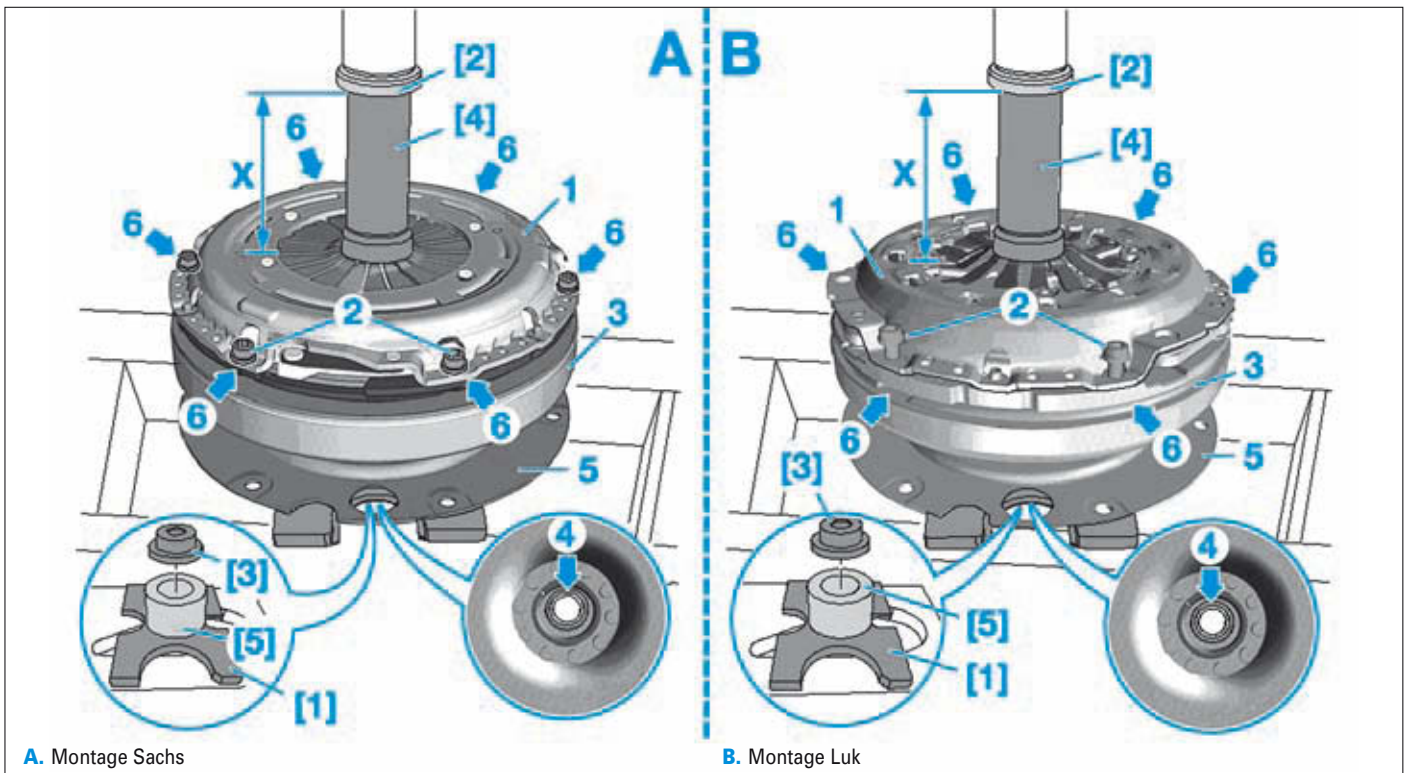

FIG. 10
- [1]. Poinçon (réf Audi : VW 402) (Fig.10).
- [2]. Plateau de pression (réf Audi : VW 412) (Fig.10).
- [3]. Disque de pression (réf Audi : VW 510) (Fig.10).
- [4]. Dispositif de montage (réf Audi : T10254/3) (Fig.10).
- [5]. Pièce de pression (réf Audi : T40089/2) (Fig.10).
La dépose de l'ensemble disque/mécanisme d'embrayage nécessite certaines précautions (Fig.10) :
- Centrer le disque d'embrayage à l'aide de l'outil [6] (Fig.10).
- Mettre en place le module d'embrayage de telle manière que l'outil [3] repose sur la rondelle (flèche 4) située dans le volant moteur (Fig.10).
- Placer l'outil [4] au-dessus de l'outil [6] (Fig.10).
- Actionner la presse juste assez pour que le mécanisme d'embrayage (1) soit en appui (flèches 6) sur le volant moteur (3) (Fig.10).
- Visser successivement les 6 vis (2) puis les serrer au couple prescrit (Fig.10).